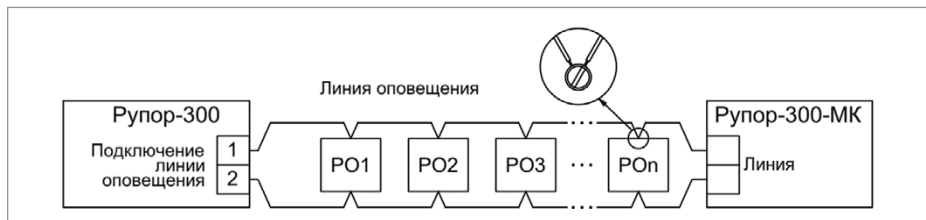

Рисунок 19. Схема внешних соединений модуля контроля линии «Рупор-300-МК»
2. Схема внешних соединений приведена на Рисунок 19.